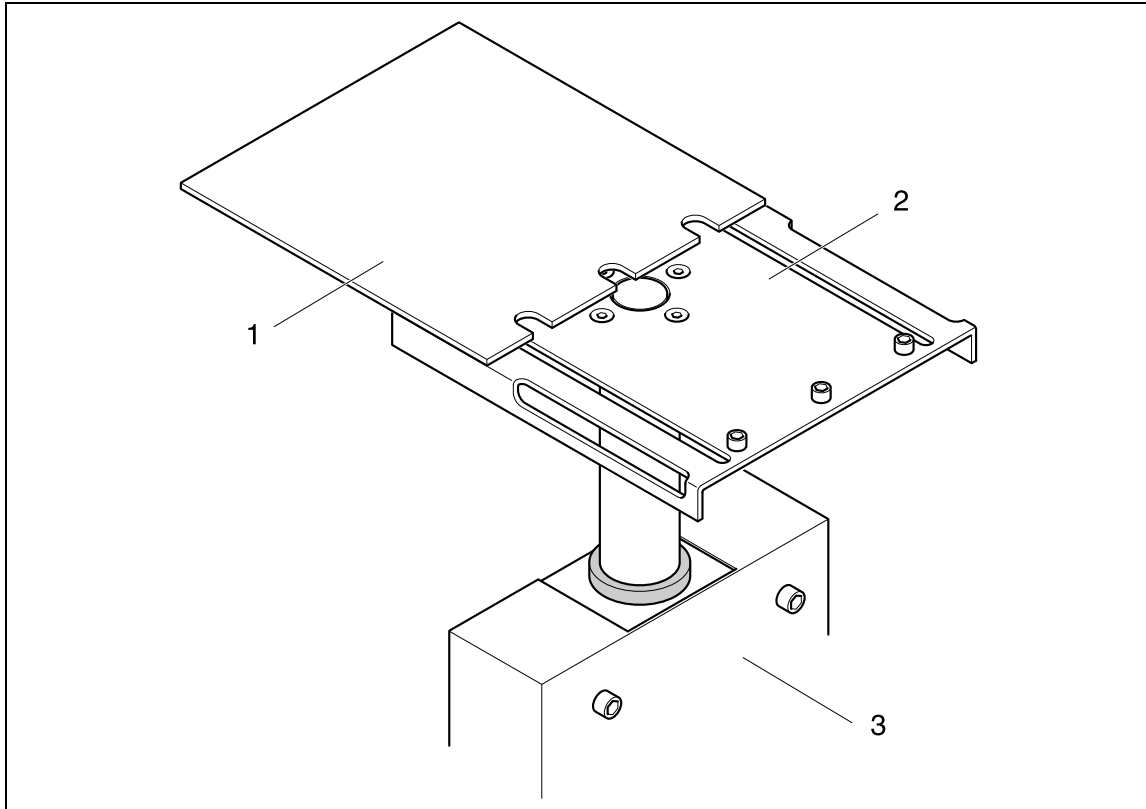

Abb. 14-2 Aufbau Fronttisch
Der untere Teil (Abb. 14-2/2) ist auf der Spindel befestigt; der obere Teil (Abb. 14-2/1) kann in Maschinenrichtung verschoben werden, damit der Bediener nahe an das Werkzeug heran kommen kann und auch kleine Teile abstützen kann.
- Elektromechanischer Hebevorrichtung (Abb. 14-2/3), bestehend aus Säule, Kugelumlaufspindel und Elektromotor.